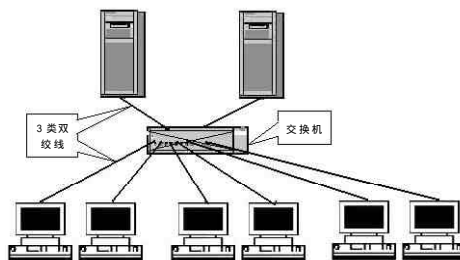

图 31
B. 完全采用 10M 交换机,网络结构如图 31。在服务器和工作站上全部安装普通 10M 网卡,工作站和服务器都与交换机连接,全部使用 3 类或 3 类以上(为了将来升级)的双绞线。这种结构的特点是每条线路可享受 10M 的带宽。缺点是当多台工作站访问服务器时,服务器的专用 10M 带宽仍为整个网络的瓶颈。该方案主